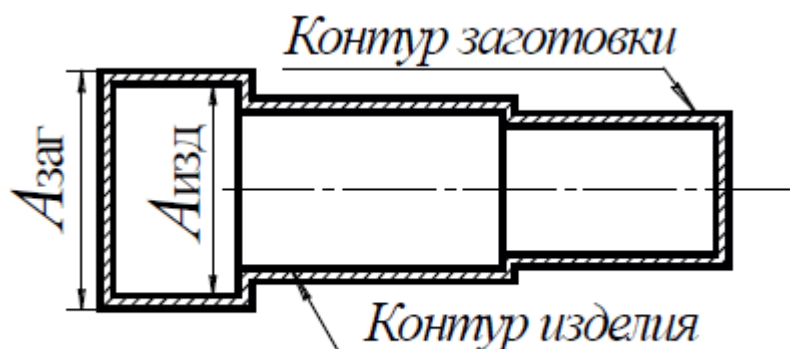

Рис. 14.1. К определению общего припуска
**Общим припуском** называется слой материала, который удаляется с поверхности исходной заготовки для получения заданных размеров готового изделия. Общий припуск определяется по формуле (рис.14.1)